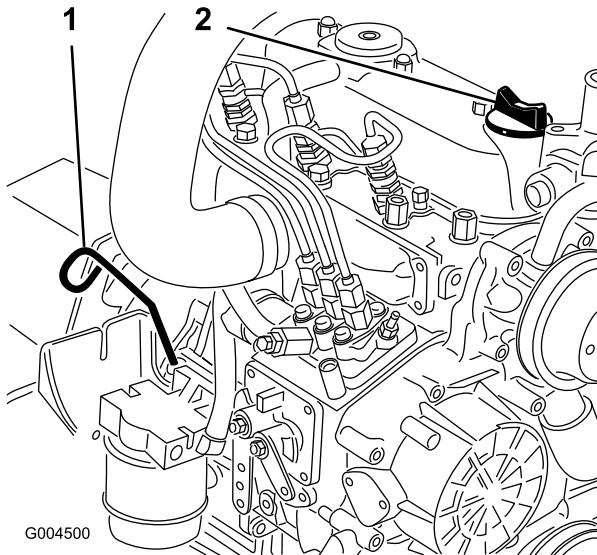

Figura 40
- Retire a vareta (Figura 40), limpe-a e volte a colocá-la. Retire a vareta e verifique o nível de óleo.
- Se o nível de óleo se encontrar abaixo da marca Full (Cheio) da vareta, retire a tampa de enchimento (Figura 40) e adicione óleo até que o nível atinja a marca Full.